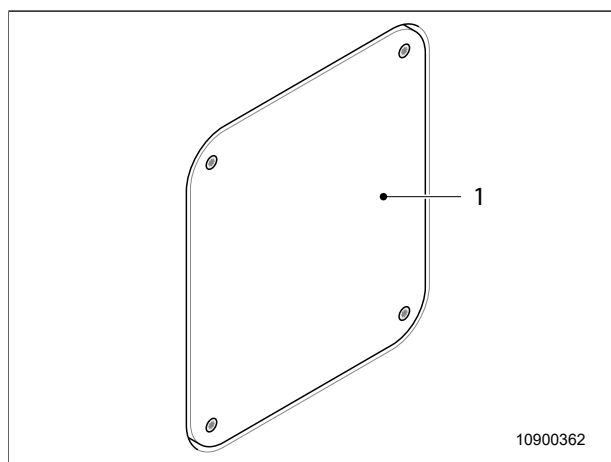

Fig. 64 Revisionsöppning
6. Avlägsna i förekommande fall revisionsöppningen (Fig. 64, pos. 1).